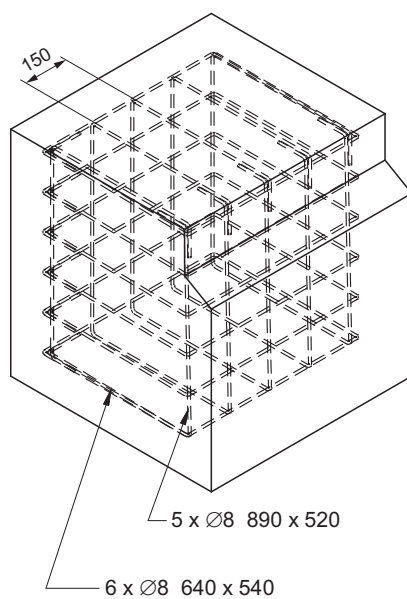

Bild 14: Armeringsnät Access XL (mått i mm)
- Armeringsnät enligt bilden Bild 14.
2. Placera armeringsnätet enligt Bild 14 i fundamenthållet.